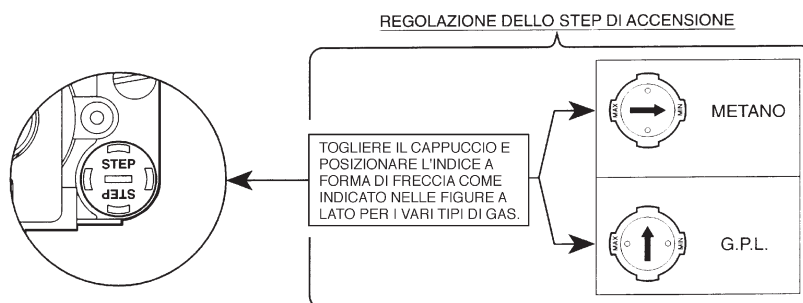

fig. 6
- 2 Togliere dalla valvola gas il piccolo cappuccio di protezione **3** (fig. 6). Con un piccolo cacciavite regolare lo "STEP" d'accensione per il gas desiderato (G20-G25 oppure G30-G31); rimettere quindi il cappuccio.